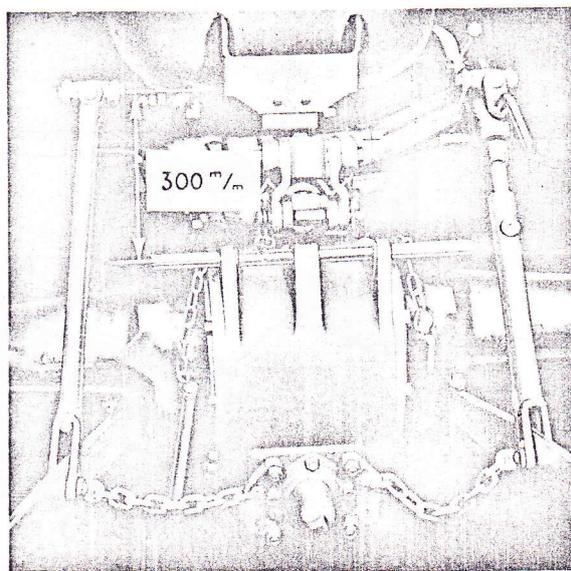

FIG. 31 : RÉGLAGE DE LA POSITION MAXIMUM DE RELEVAGE.
I. Réglage du relevage maximum (fig. 31).